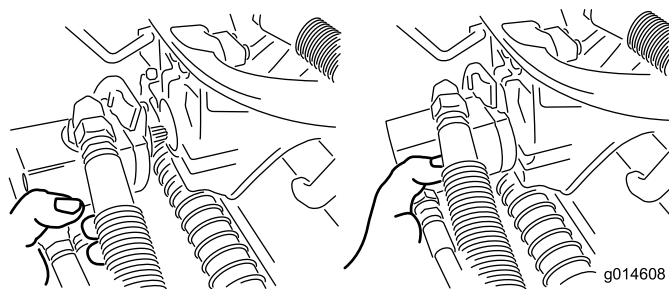

Figura 34
3. Spostate il motore in posizione di stoccaggio davanti al braccio di sospensione (Figura 34).